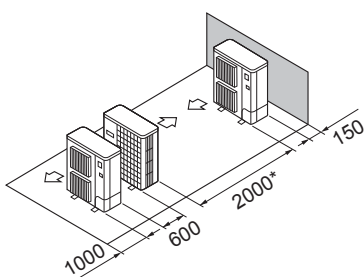

Fig. 2-13
- ⑤ Uppställning med en enskilda parallell enhet (Fig. 2-13)